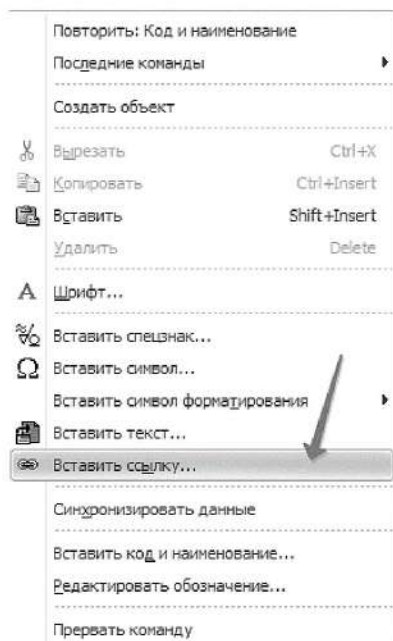

Рисунок 4.20. Добавление ссылки в графе Масштаб
1.6.1 Нажмите в графе масштаб правой кнопкой мыши и выберите из контекстного меню команду **Вставить ссылку** (рисунок 4.20).